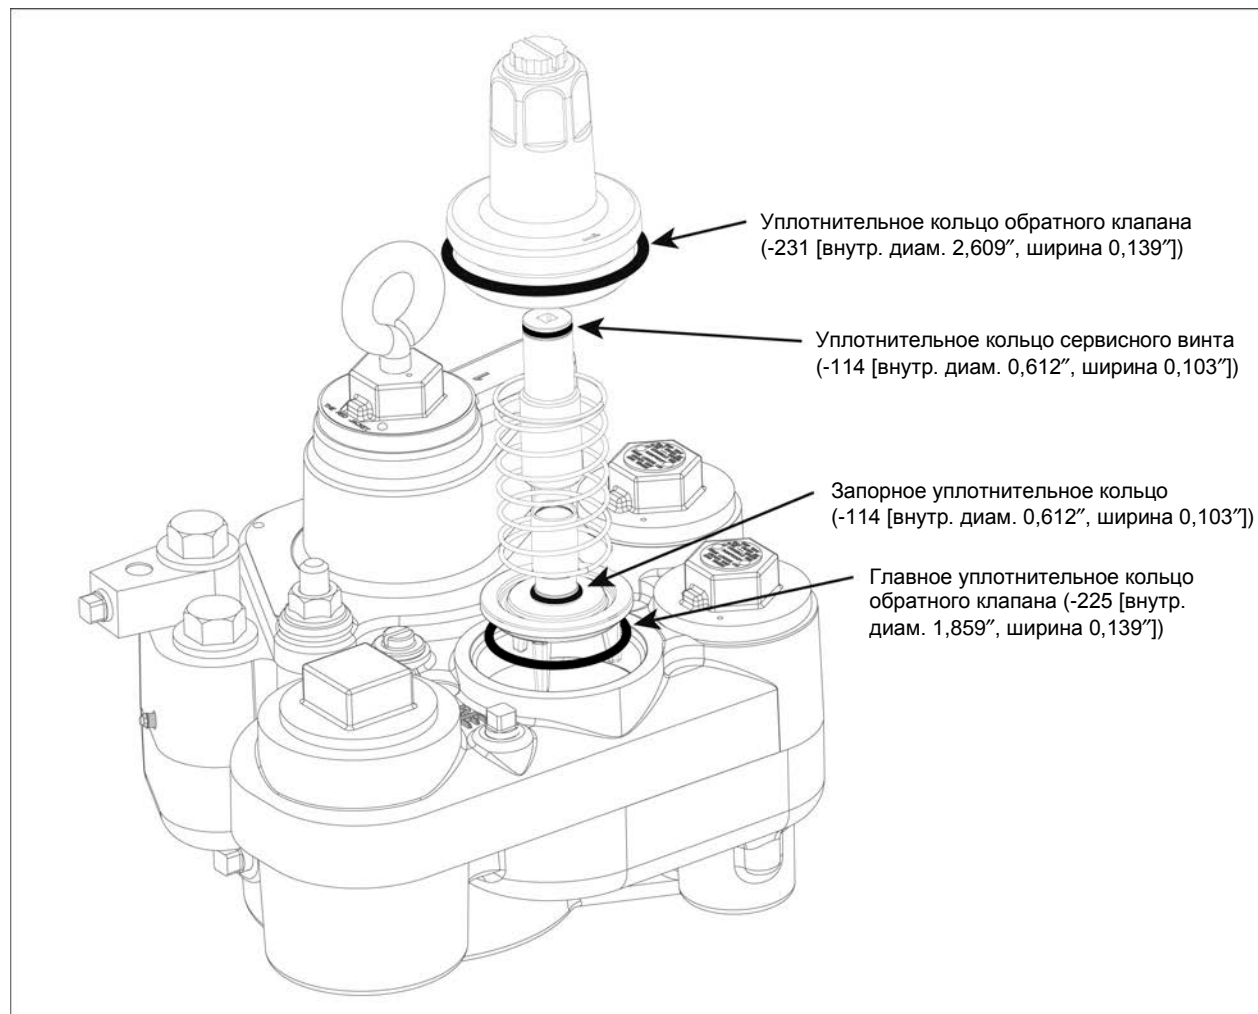

Рисунок 30. Установка собранного обратного клапана в манифольд
- Установите обратный клапан (с установленным на него и смазанным уплотнительным кольцом) в гнездо в манифольде; на обратный клапан установите новую пружину (см. рисунок 30). Установите поверх обратного клапана и пружины корпус с уплотнительным кольцом и вручную завинтите его (корпус). Затяните корпус с усилием 40–50 футо-фунтов (54–67 Н·м).